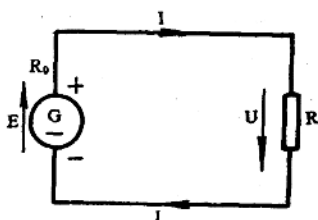

图1-2 电动势、电压和电流的方向
1. 电动势 ( $E$ ) 在电源内部, 电源将其他形式的能量局外力对电荷做功, 把正电荷从电源的负极经电源内部移向转换成正极, 提高了电荷的电位能。局外力把单位正电荷从电源的负极 (低电位端) 移到正极 (高电位端) 所做的功, 称为电源的电动势, 电动势的方向规定为由低电位端指向高电位端, 见图1-2。
电场力把单位正电荷从高电位端移到低电位端所做的功称为电源两端的电压 (电位差)。电压的方向规定为从高电位端指向低电位端, 见图1-2。
3. 电流 ( $I$ ) 电荷有规则的定向运动形成电流。正电荷运动的方向规定为电流的方向, 见图1-2。